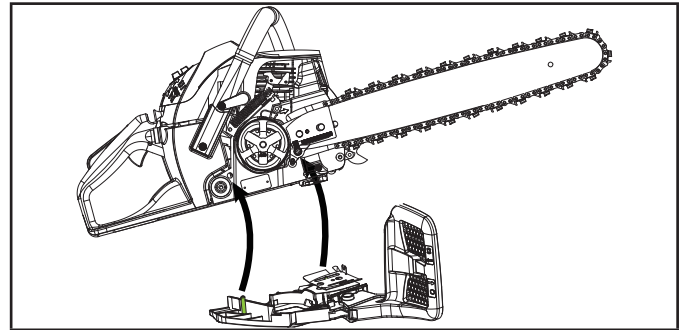

Figure 29
4. Retirez le couvercle, examinez s'il y a des dommages, nettoyez-le et mettez-le de côté (Fig. 29).
4. Réinstallez le couvercle d'embrayage et vissez sans serrer les deux écrous de 13 mm en les tournant (vers la droite). Alignez le frein avec le bloc de l'embrayage et les deux goujons en vous assurant que les goujons sont alignés avec les trous du couvercle de l'embrayage (Fig. 29).